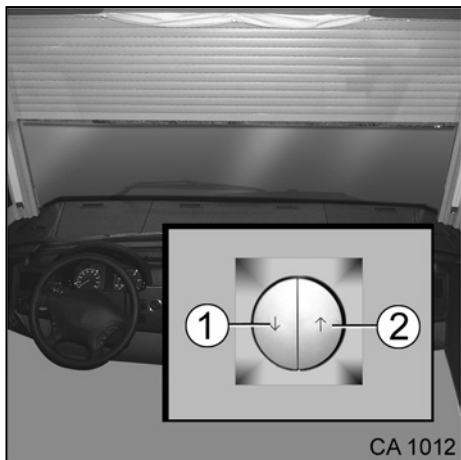

Fig. 102 Volet roulant électrique de pare-brise
1. Appuyer sur la touche ▲ (Fig. 102/2) et la maintenir appuyée pendant 5 secondes. Ce n'est qu'après que le volet roulant de pare-brise se met en mouvement.
1. Appuyer sur la touche ▼ (Fig. 102/1) et la maintenir appuyée pendant 5 secondes. Ce n'est qu'après que le volet roulant de pare-brise se met en mouvement.